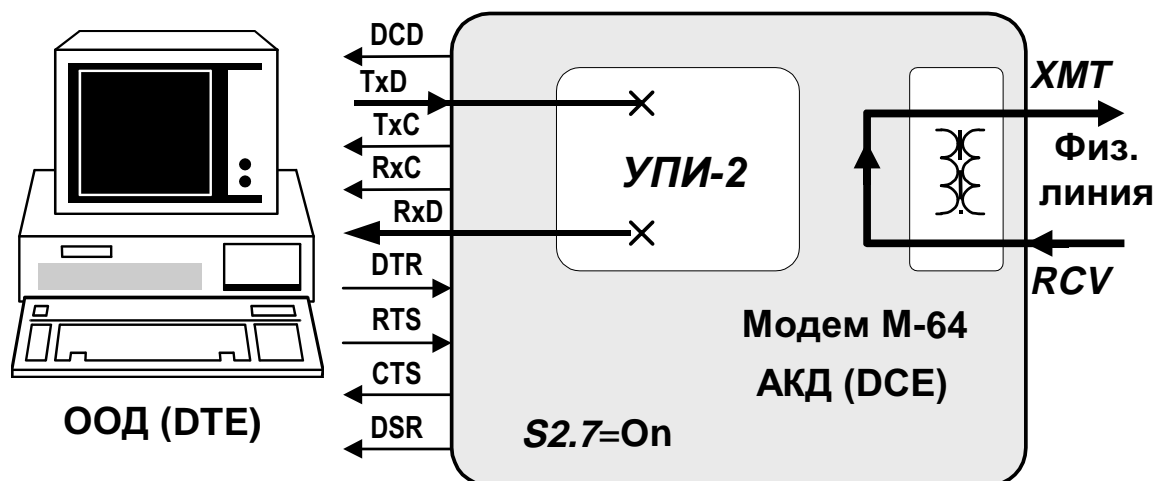

Рис. 9 Проверка Цифровой шлейф (DL)
5.2.3 Цифровой шлейф (DL)
Проверка Цифровой шлейф (Digital Loopback) устанавливает заворот данных (шлейф) на ЛОКАЛЬНОМ модеме в сторону УДАЛЕННОГО модема. Рис. 9 иллюстрирует принцип проверки Цифровой шлейф (DL).